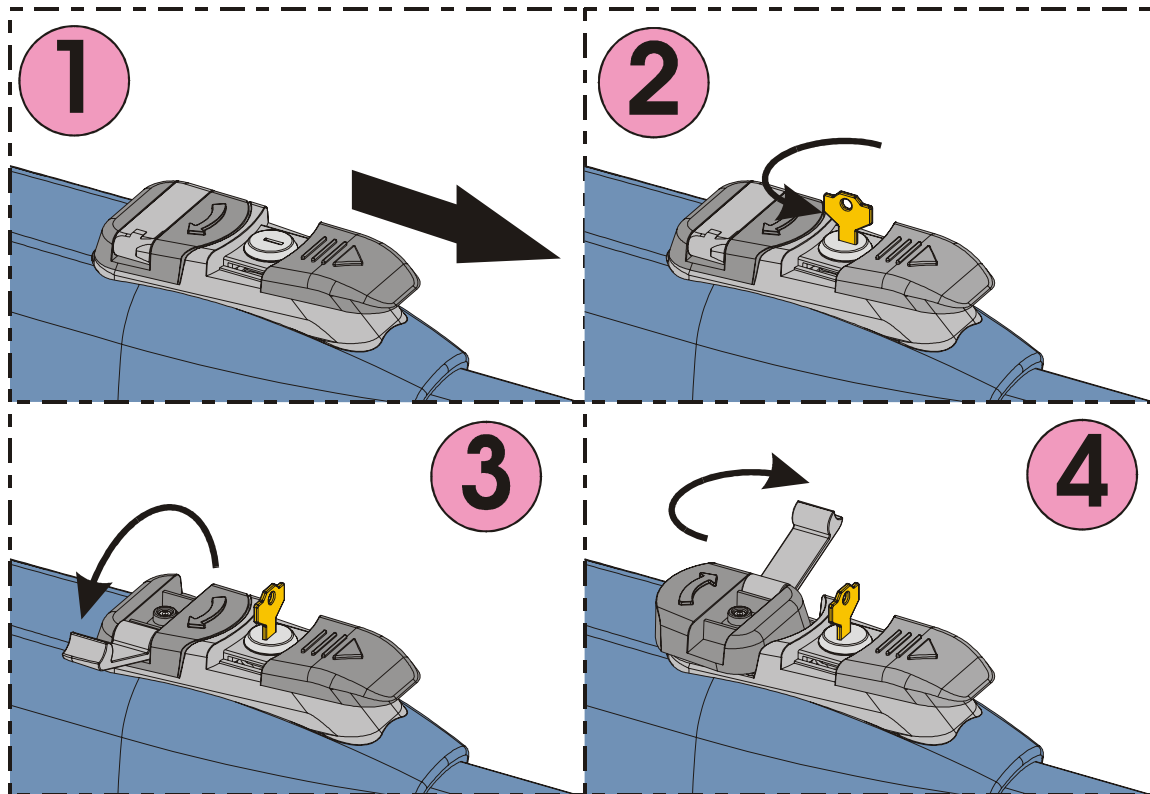

Fig. 1
- 2) Far scorrere il cappuccio protettivo, Fig.1/1.
- 3) Inserire la chiave e ruotarla di 90°, Fig.1/2.
- 4) Sollevare la leva di manovra, Fig.1/3.
- 5) Per sbloccare l'operatore ruotare di 180° la leva di manovra nella direzione della freccia presente sul sistema di sblocco, Fig.1/4.